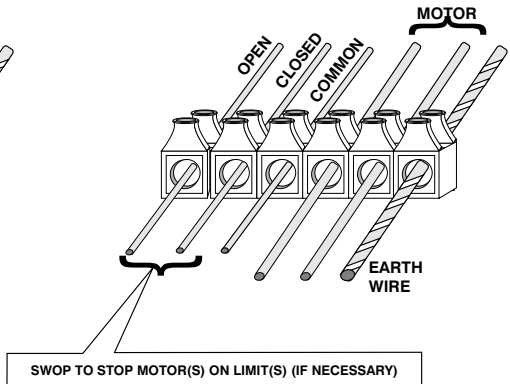

**FIG 3a**
- SWOP MOTOR WIRES TO GIVE CORRECT MOTOR ROTATION (IF NECESSARY). (SEE FIG 3a BELOW).